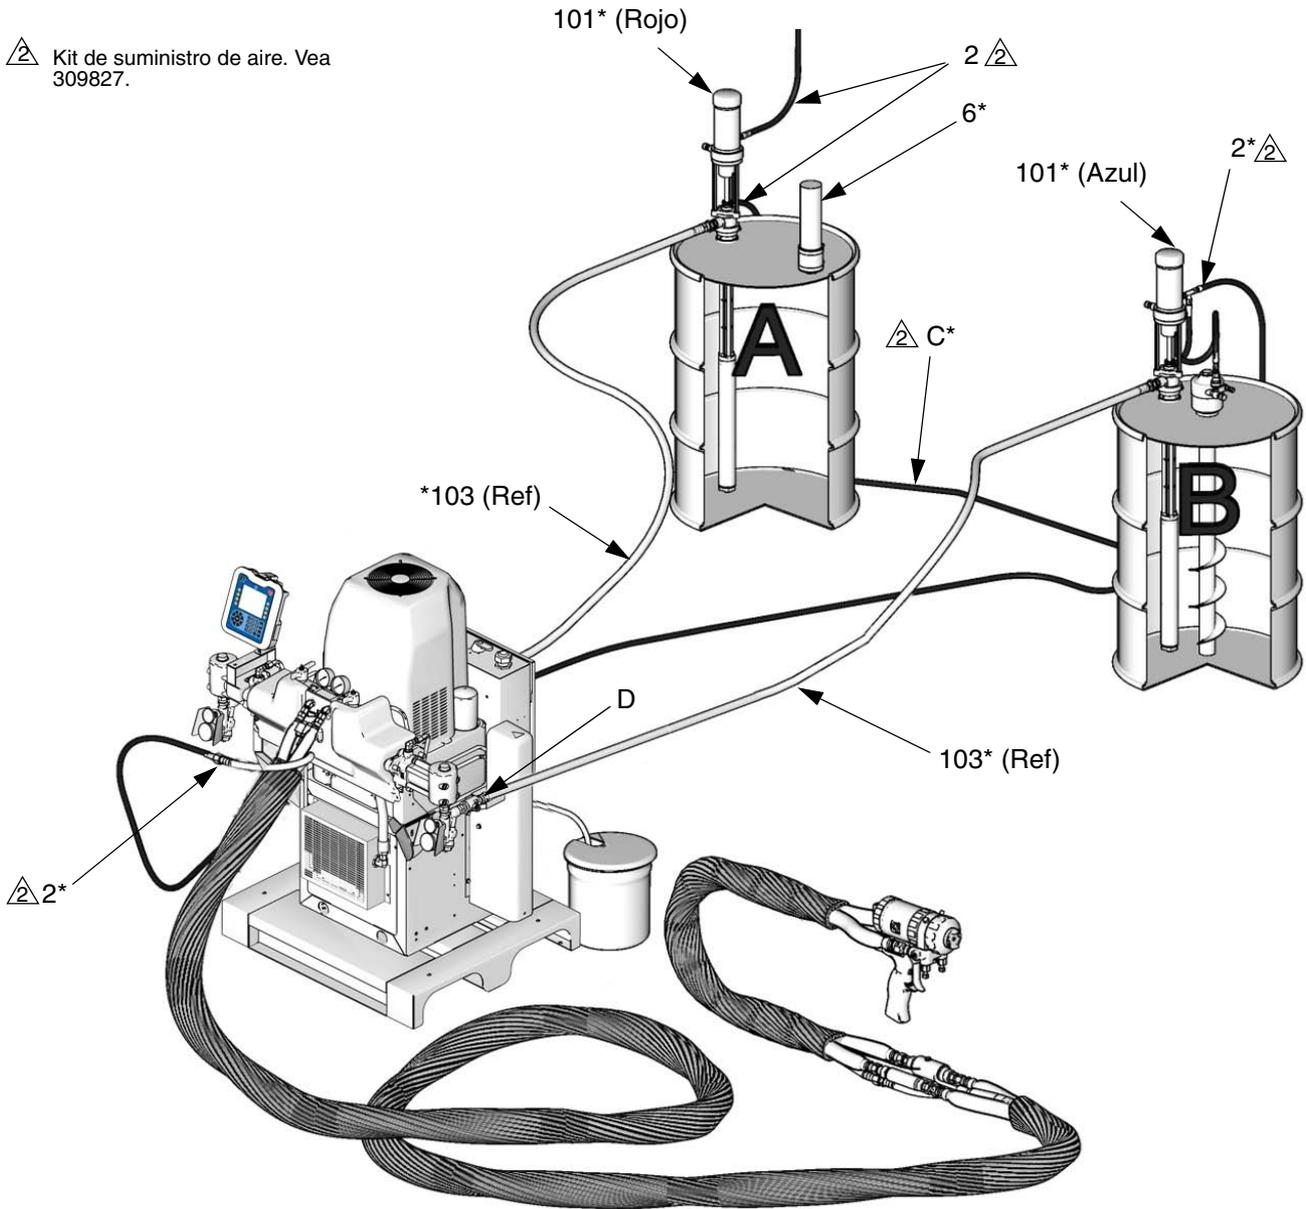

FIG. 1: Instalación
Coloque los bidones de componente A (Rojo) y componente B (Azul) como desee. La manguera de aire (C) que conecta las bombas de alimentación tiene 4,57 m (15 pies) de largo. Vea la FIG. 1.
5. Conecte la manguera (103) entre el accesorio giratorio (102) y la entrada giratoria del sistema (D, vea la FIG. 1).